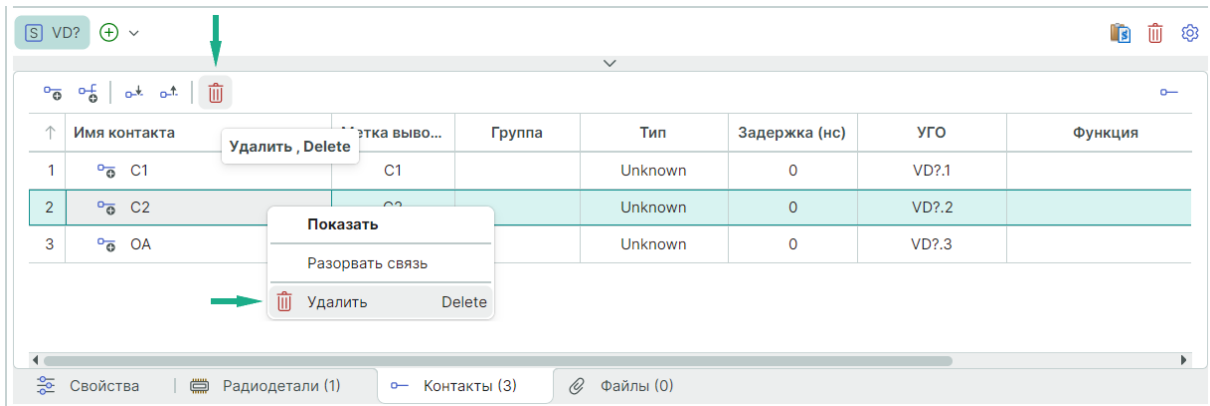

Рис. 256 Удаление контакта
2. Нажмите иконку  «Удалить» или воспользуйтесь контекстным меню в таблице контактов, см. Рис. 256.